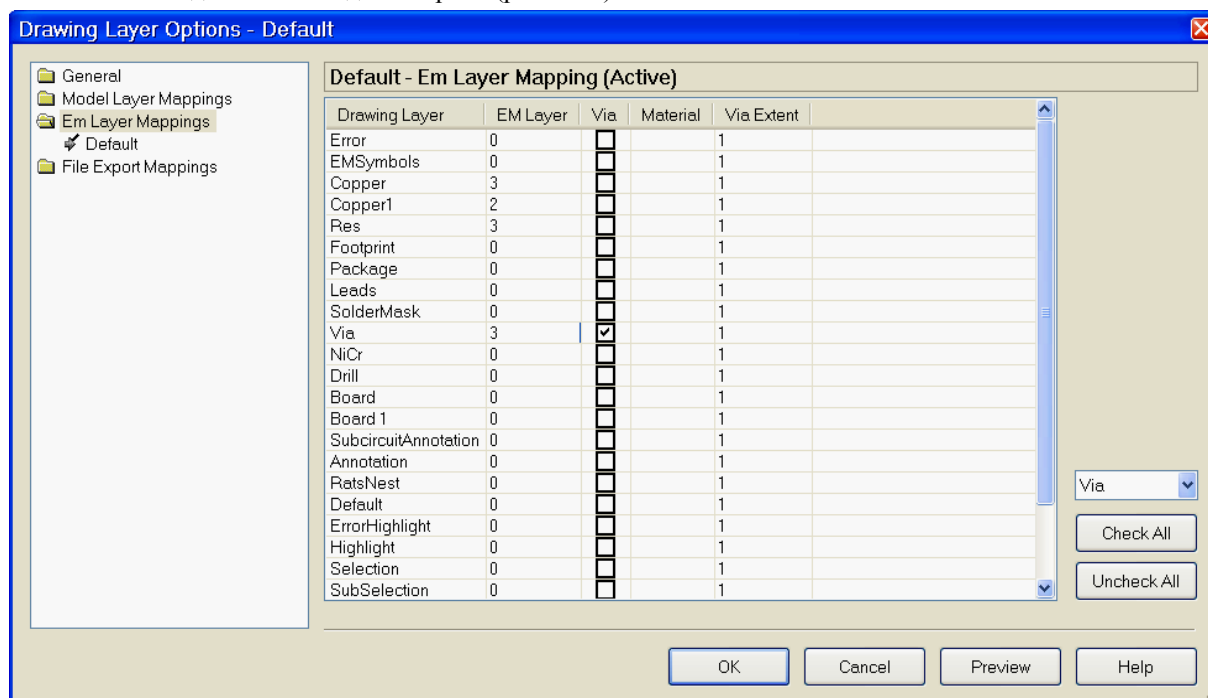

Рис. 6.94
- Щёлкните мышкой по **EM Layer Mappings**. Откроется окно для установки соответствия слоёв черчения (Drawing Layer) и слоёв электромагнитной структуры (EM Layer). Эта таблица соответствия устанавливает, какие слои черчения можно использовать для заданного слоя диэлектрика (рис. 6.94).
8. На вкладке **EM Layer Mapping** устанавливается соответствие слоёв черчения и слоёв диэлектрика. Это соответствие мы уже установили выше (рис. 6.94), однако здесь дополнительно устанавливается соответствие между слоями и материалами. В столбце **Material** для слоёв **Copper**, **Copper 1** и **Via** введите материал **1/2oz Cu**, щёлкая мышкой по этому столб-